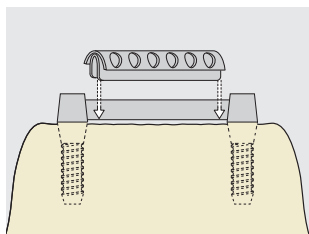
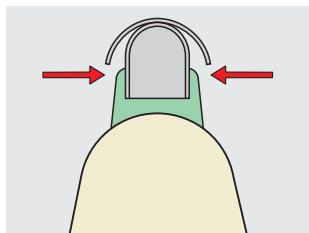
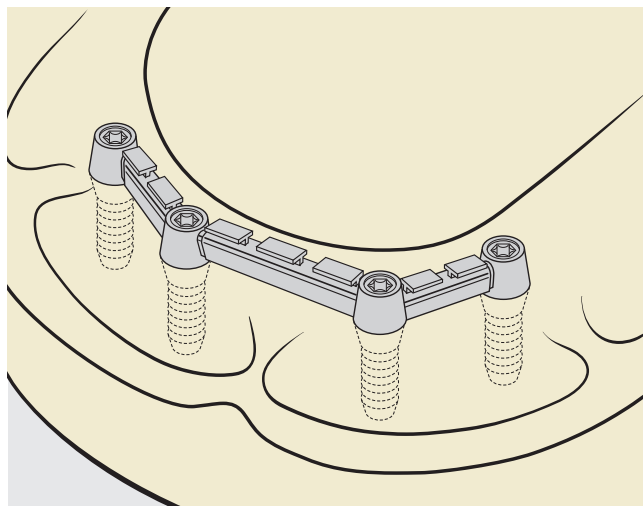

Fig. 6
Fig. 7
Fig. 8
La barre tubulaire est conçue pour offrir la force de rétention maximale possible sur toute la longueur de la barre (Fig. 6). Ébavurer l'intérieur et l'extérieur. Pour assurer le maintien de la gouttière dans la résine, la longueur de cette gouttière ne doit pas être inférieure à 5 mm. Monter la gouttière sur la partie mâle puis combler l'espace entre la barre et la gencive et enduire d'une couche de cire les coiffes radiculaires ou d'implant. La moitié de la hauteur des lamelles doit rester libre et mobile afin de permettre l'accès à l'instrument d'activation et de réduire l'usure prématurée (Fig. 7). Les ailettes de rétention de la gouttière ne doivent être pliées qu'une seule fois et avec précaution afin d'éviter leur fracture. Intégrer la gouttière dans la prothèse ou dans le châssis coulé par polymérisation.
La barre tubulaire est conçue pour offrir la force de rétention maximale possible sur toute la longueur de la barre (Fig. 6). Ébavurer l'intérieur et l'extérieur. Pour assurer le maintien de la gouttière dans la résine, la longueur de cette gouttière ne doit pas être inférieure à 5 mm. Monter la gouttière sur la partie mâle puis combler l'espace entre la barre et la gencive et enduire d'une couche de cire les coiffes radiculaires ou d'implant. La moitié de la hauteur des lamelles doit rester libre et mobile afin de permettre l'accès à l'instrument d'activation et de réduire l'usure prématurée (Fig. 7). La rétention asymétrique de la gouttière doit être meulée, par exemple, pour permettre l'insertion d'un châssis coulé (Fig. 8). Fixer la gouttière dans la prothèse ou dans le châssis coulé par polymérisation.
La barre tubulaire est conçue pour offrir la force de rétention maximale possible sur toute la longueur de la barre (Fig. 6). Ébavurer l'intérieur et l'extérieur. Pour assurer le maintien de la gouttière dans la résine, la longueur de cette gouttière ne doit pas être inférieure à 5 mm. Monter la gouttière sur la partie mâle puis combler l'espace entre la barre et la gencive et enduire d'une couche de cire les coiffes radiculaires ou d'implant. La moitié de la hauteur des lamelles doit rester libre et mobile afin de permettre l'accès à l'instrument d'activation et de réduire l'usure prématurée (Fig. 7). La ailettes de rétention de la gouttière peuvent être meulées que pour la séparation. Fixer la gouttière dans la prothèse ou dans le châssis coulé par polymérisation.
9. Comblers les zones rétentes de la barre et recouvrir le bord inférieur des lamelles activables de la partie femelle (Fig. 7)